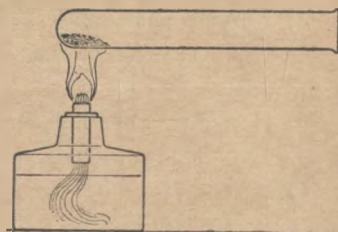

Рис. 22. Нагревание углемедной соли.
**Задача 5.** Нагрейте в пробирке очень немного (см. рис. 22) зеленого порошка — углемедной соли (встречается в природе в виде минерала малахита). Держите пробирку горизонтально и наблюдайте происходящие явления.